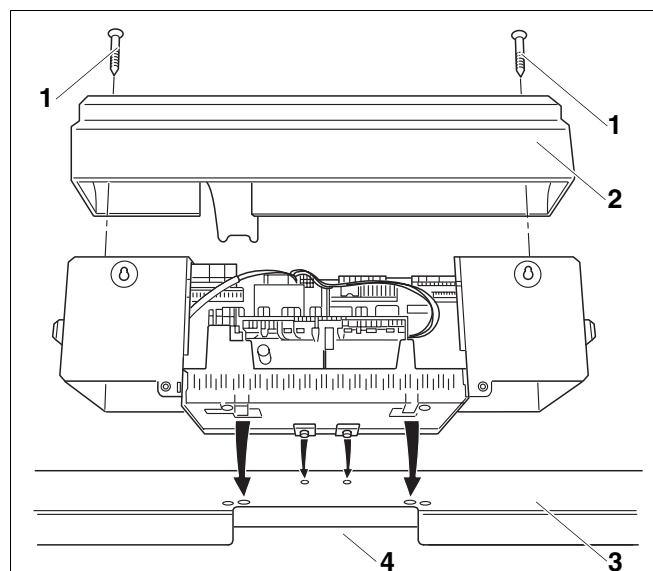

Рис. 59 Установка системы управления
- Открутить оба винта (рис. 59, **поз. 1**) крышки клеммного щитка (рис. 59, **поз. 2**).
- Снять крышку (рис. 59, **поз. 2**), подняв ее вверх.
- Слегка наклонив систему управления вперед, установить ее так, чтобы передние крюки вошли в овальные отверстия. Систему управления подвинуть вперед и отклонить назад до защелкивания обоих упругих крюков справа и слева (стрелки на рис. 59).
- Капиллярные трубки провести через кабельный проход (рис. 59, **поз. 4**) и развернуть на требуемую длину.
- Прикрутить двумя болтами систему управления сзади справа и слева в кабельном проходе (рис. 59, **поз. 4**) к передней крышке котла.